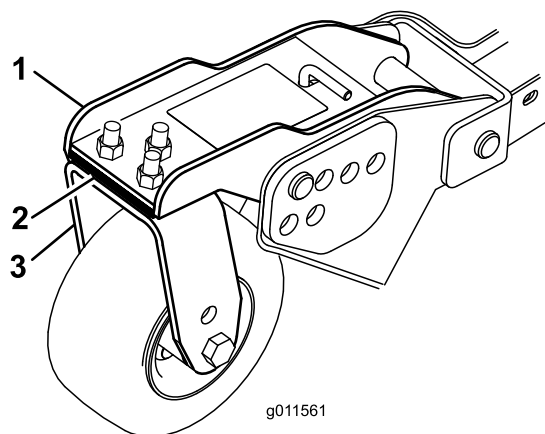

Рисунок 30
3. Отрегулируйте количество 3-миллиметровых регулировочных прокладок на рычаге (рычагах) передних поворотных колес так, чтобы высота скашивания соответствовала указанному на наклейке значению (Рисунок 30).
3. Если внутренняя кромка бокового режущего блока находится слишком высоко по отношению к наружной кромке переднего режущего блока, снимите одну регулировочную прокладку с нижней части рычага переднего внутреннего поворотного колеса на боковом режущем блоке (Рисунок 30).